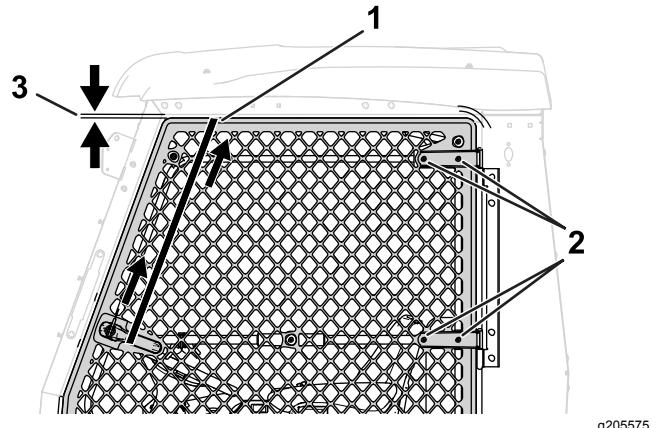

Figura 6
- Cierre la puerta y utilice una correa con carraca para sujetar la puerta (Figura 6).
- Afloje los 4 pernos y las 4 tuercas de la bisagra de la puerta (Figura 6).
- Apriete la correa con carraca para mover la puerta hacia arriba (Figura 6).